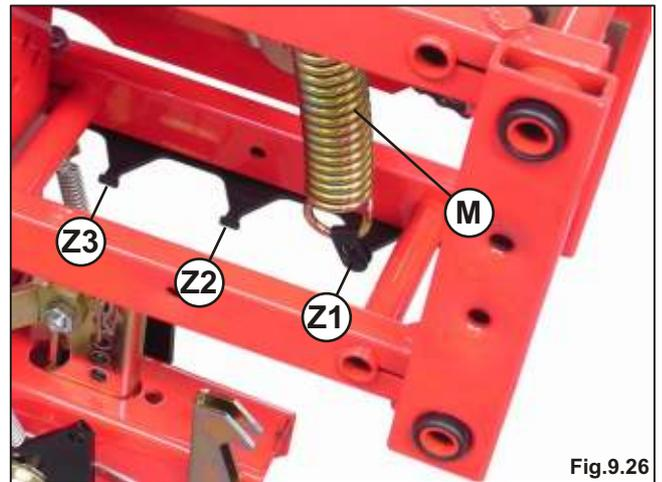

Fig.9.26
- Если необходимо облегчить элемент, переместите пружину **M** из положения **Z1** в положение **Z2** или **Z3** (Рис. 9.26).